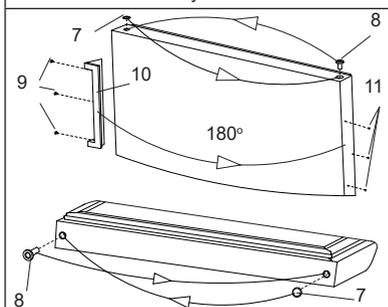

Рисунок 7
4. На верхней и нижней стороне двери переставьте заглушку 7 и втулку 8 местами (см. рис. 7). Крестовой отверткой выкрутите винты 9 ручки 10, снимите заглушки 11 (см. рис. 7) и переставьте их на противоположную сторону. Ручку 10 установите на противоположную сторону (см. рис. 7).